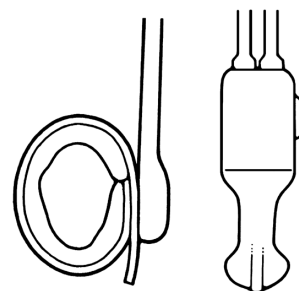

Figura 4-38. Apertar e largar a pera da bomba
1. Aperte e solte várias vezes a pera da bomba para eliminar todo o fluido do manguito. **(Figura 4-38)**